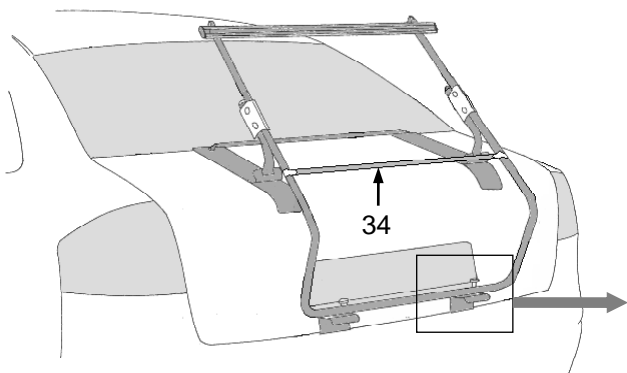

Abb. 10.1.
10. Befestigen Sie die Gummiformteile (30) an den unteren Montageelementen Siehe Abb. A. Bei einigen Montageelementen wurden bereits werkseitig Lackschutzfolien eingelebt Siehe Abb. B, die keinesfalls entfernt werden dürfen (die Form kann von den abgebildeten Winkeln abweichen). Hängen Sie die Elemente in die leicht geöffnete Heckklappe ein siehe Abb. 10.1, bzw. schieben Sie die obere Platte hinter das Kennzeichen siehe Abb. 10.2. Richten Sie die unteren Montageelemente (26) so aus, daß die Vierkantstanzungen der unteren Montageelemente genau unter den Bohrungen des Trägerrohres liegen.
11. Verbinden Sie die unteren Montageelemente (26) mit dem Trägergestell (1). Hierzu ziehen Sie das Trägergestell herunter und zu sich heran, bis sich die Bohrung im Trägerrohr genau in der Flucht der Vierkantstanzung der unteren Montageelemente befindet. Führen Sie nun die Spanschrauben (29) durch die Öffnungen von Montageelementen und Trägerrohr (Achten Sie darauf, daß der Vierkant der Schraube richtig in der Stanzung des Montageelements sitzt). Drehen Sie nun die Rändelmutter (23) so weit an, bis das Trägerrohr auf den unteren Montageelementen (26) aufliegt. Hierdurch wird der Träger verspannt und erhält seine Stabilität. Jetzt werden die Muttern (12) an den Klemmbacken (9) fest angezogen. Die Muttern dürfen bis max. 11 Nm angezogen werden.